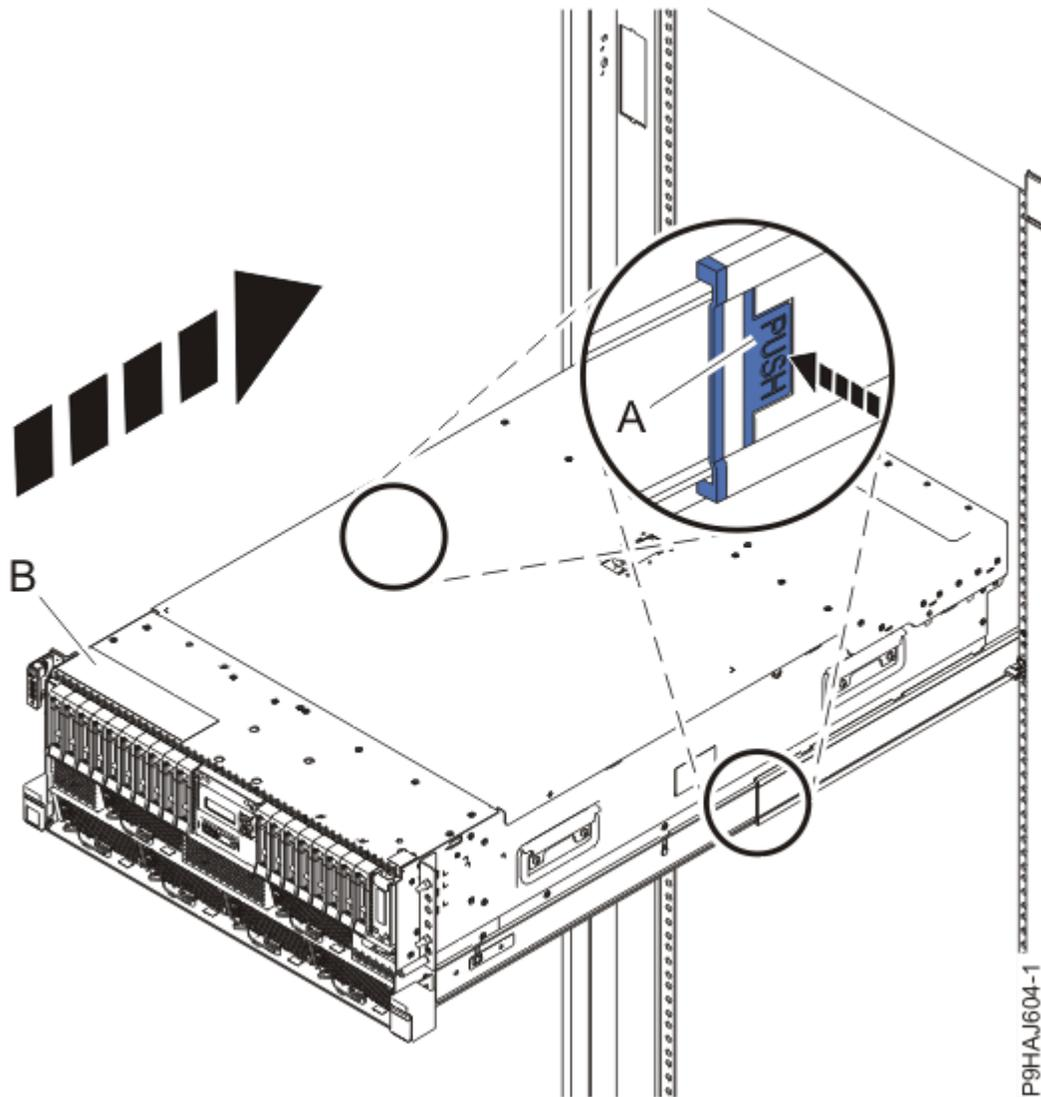

Figura 29. Colocación del sistema en la posición operativa
3. Para un sistema montado en bastidor, desbloquee los pestillos de seguridad de color azul de los rieles **(A)**, tal como se muestra en la Figura 29 en la página 31 presionándolos hacia dentro.